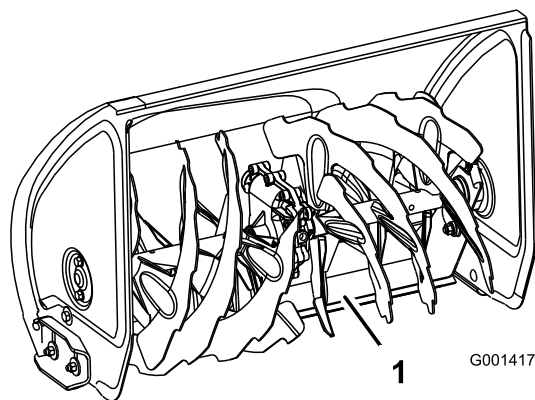

Figure 42
4. Appuyez sur les poignées pour permettre à la lame racleuse pivotante de s'avancer au maximum, puis abaissez l'avant de la déneigeuse de sorte que le bord avant de la lame racleuse touche le sol (Figure 42).